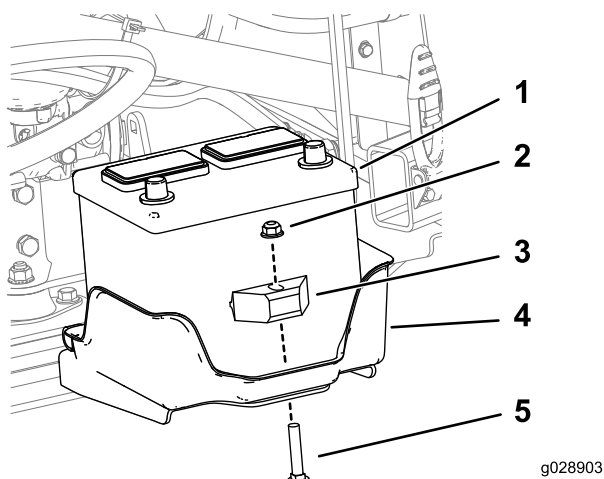

Figure 1
2. Débranchez et retirez la batterie et son support de la machine (Figure 1).